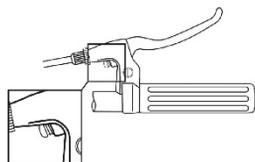

Fig. 5
1. Ajustez le levier de frein en vissant ou en dévissant la vis de réglage, de sorte que vous puissiez actionner le frein en toute sécurité lorsque votre main tient le guidon par la poignée (voir Fig. 5).